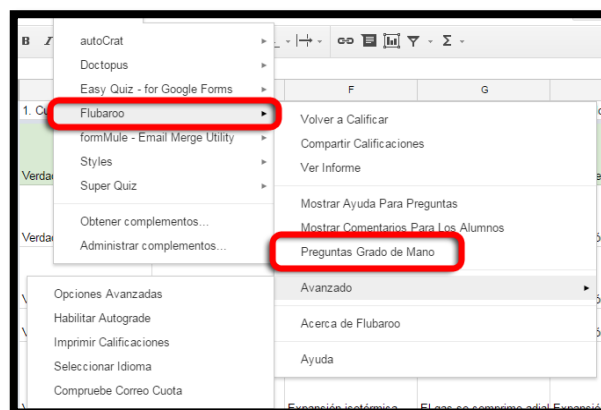

Figura 17. Noveno paso (e). Elaboración propia.
Paso 9e: Si habíamos marcado alguna pregunta como corrección “Grado de Mano” (preguntas de respuesta larga), es momento de calificarla entrando en: complementos, Flubaroo, Preguntas Grado de Mano (Figura 17).